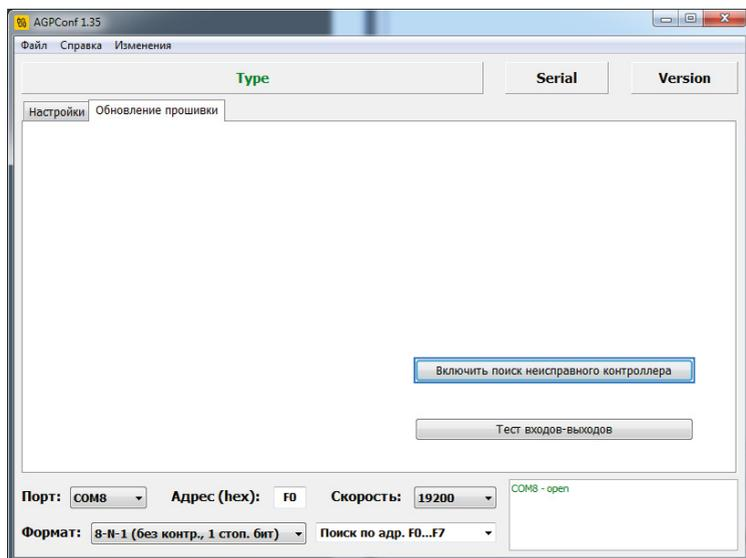

Рис.10. Поиск неисправного устройства.
- Перейти на вкладку «Обновление прошивки» и нажать кнопку «Включить поиск неисправного контроллера» (Рис.10). Кнопка отображается, только если к COM-порту подключено неисправное устройство или нет подключенных устройств.